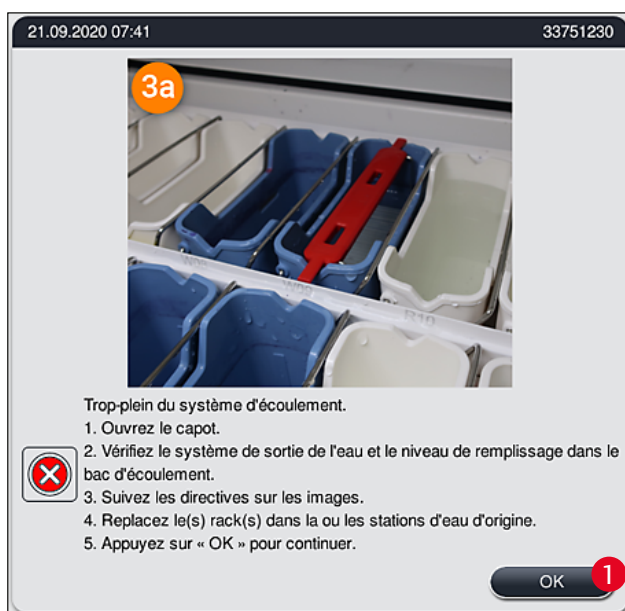
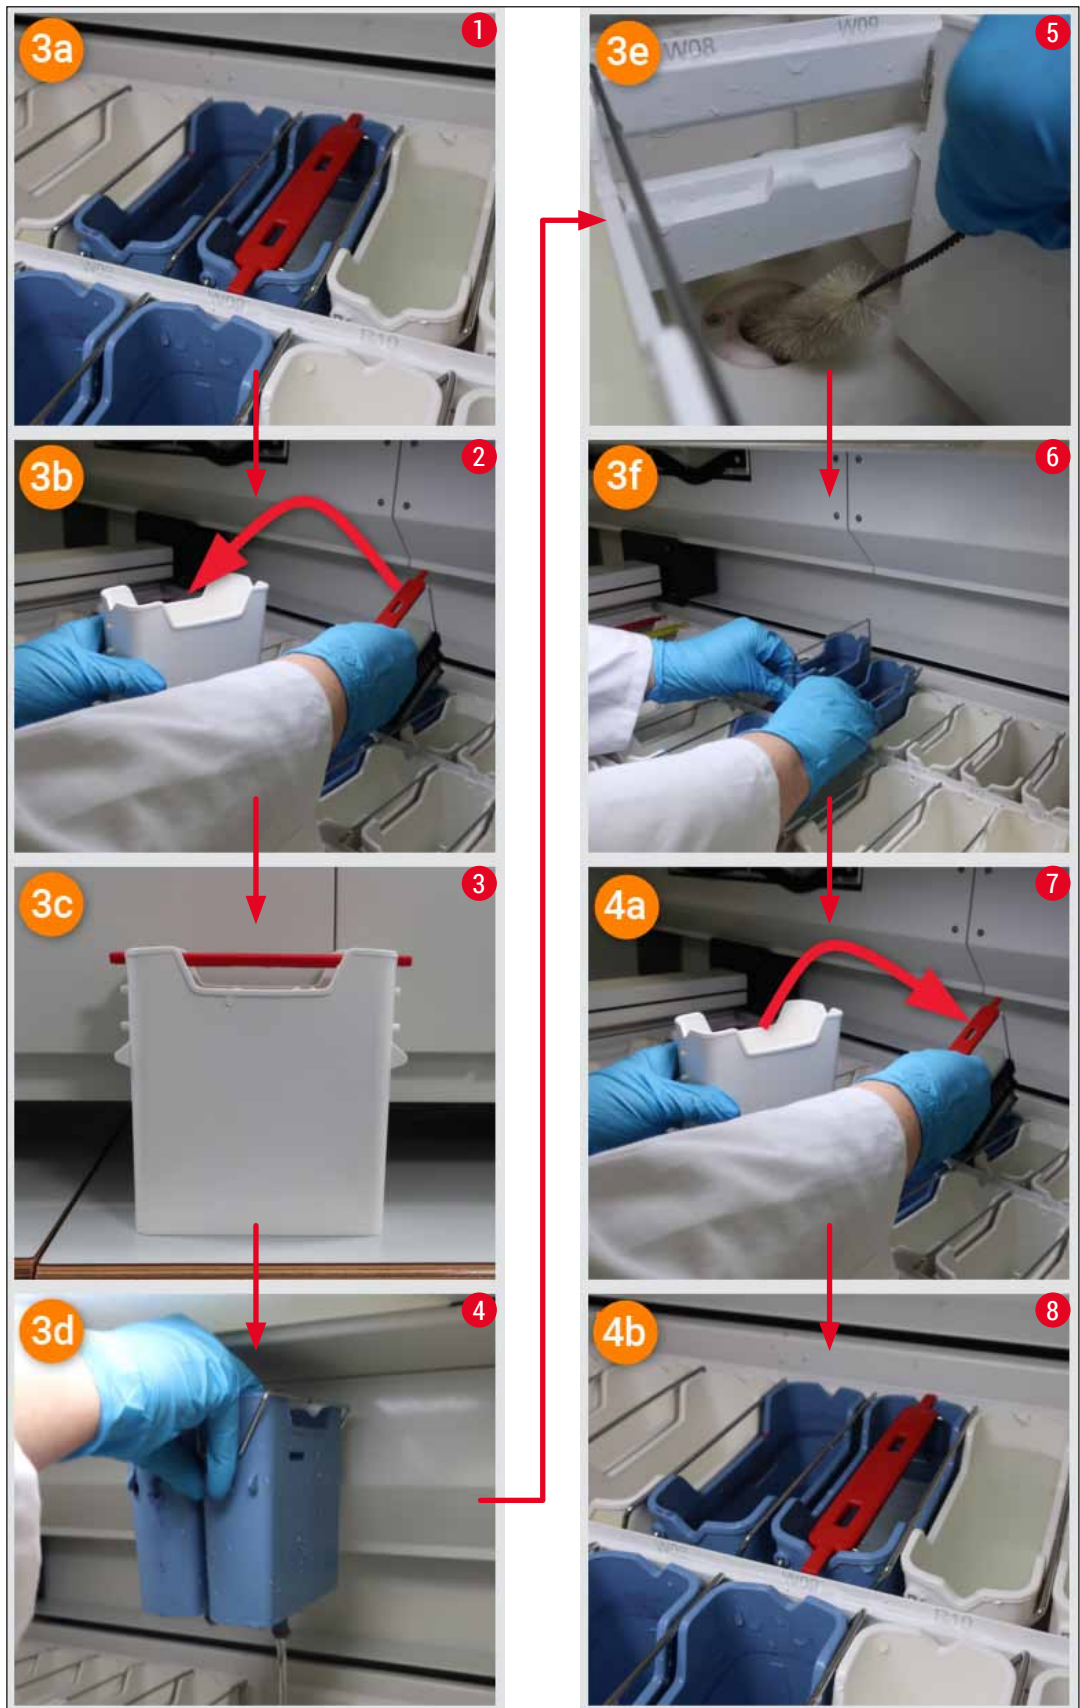

Fig. 120
Fig. 122
L'obstruction d'un système d'évacuation d'eau peut être causée par le blocage d'un filtre d'écoulement (→ "Fig. 98-1") ou d'un tuyau d'écoulement (→ "Fig. 7-1"). Une telle obstruction peut entraîner une augmentation du niveau d'eau dans le bac d'écoulement. Par conséquent, cela peut conduire à un niveau d'eau critique dans l'appareil. L'utilisateur reçoit un message d'erreur sur l'écran (→ "Fig. 120") et une alarme retentit. Le message d'erreur fournit à l'utilisateur des conseils permettant de résoudre l'obstruction par une séquence d'images répétitives (→ "Fig. 122").
- Si le niveau d'eau dans le bac d'écoulement tombe en deçà du niveau critique pendant le processus de résolution, le message (→ "Fig. 120") disparaît et un autre message s'affichant à l'écran informe l'utilisateur que le processus de coloration peut être poursuivi.